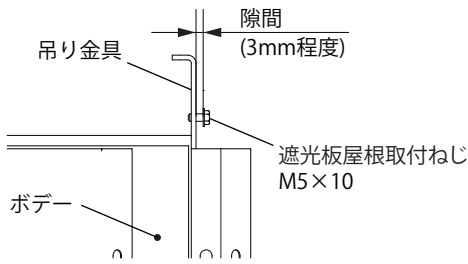

図2
- (1) 遮光板屋根を低くしたい側(傾斜の後側)の吊り金具の取付穴に、遮光板屋根取付ねじM5×10を、隙間を3mm程度残して仮締めしてください。(2か所)(図2)